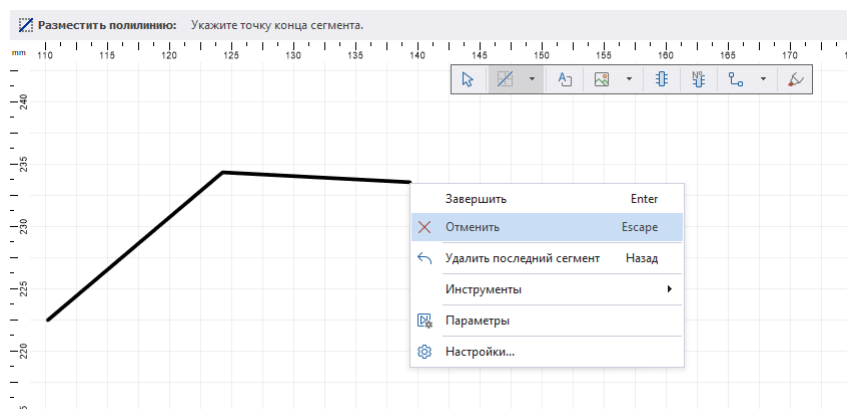

Рис. 290 Отмена построения линии
6. Для полной отмены размещения линии нажмите клавишу «Escape» или «Отменить» в контекстном меню, Рис. 290.